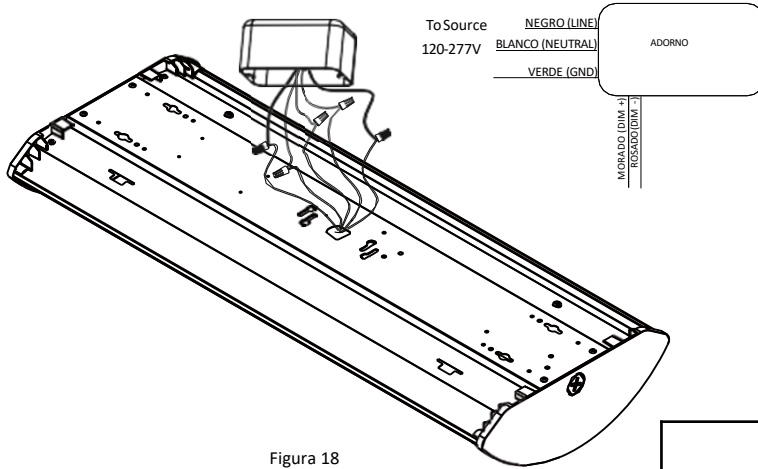

Figura 18
- Haz las conexiones de los cables Negro a Línea, Blanco a Neutro y Verde a Tierra. Utiliza las tuercas para cables suministradas para asegurar las conexiones. **Ver la Figura 18.**